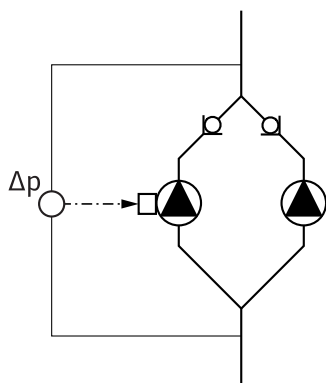

Fig.18: Пример, подключение дифференциального датчика давления
- В примере на рис. 18 основным насосом является насос, расположенный слева по направлению потока. К данному насосу подключается дифференциальный датчик давления.
- Точки измерения дифференциального датчика давления основного насоса должны находиться в соответствующей магистрали на стороне всасывания и на напорной стороне двухнасосной установки (рис. 18).